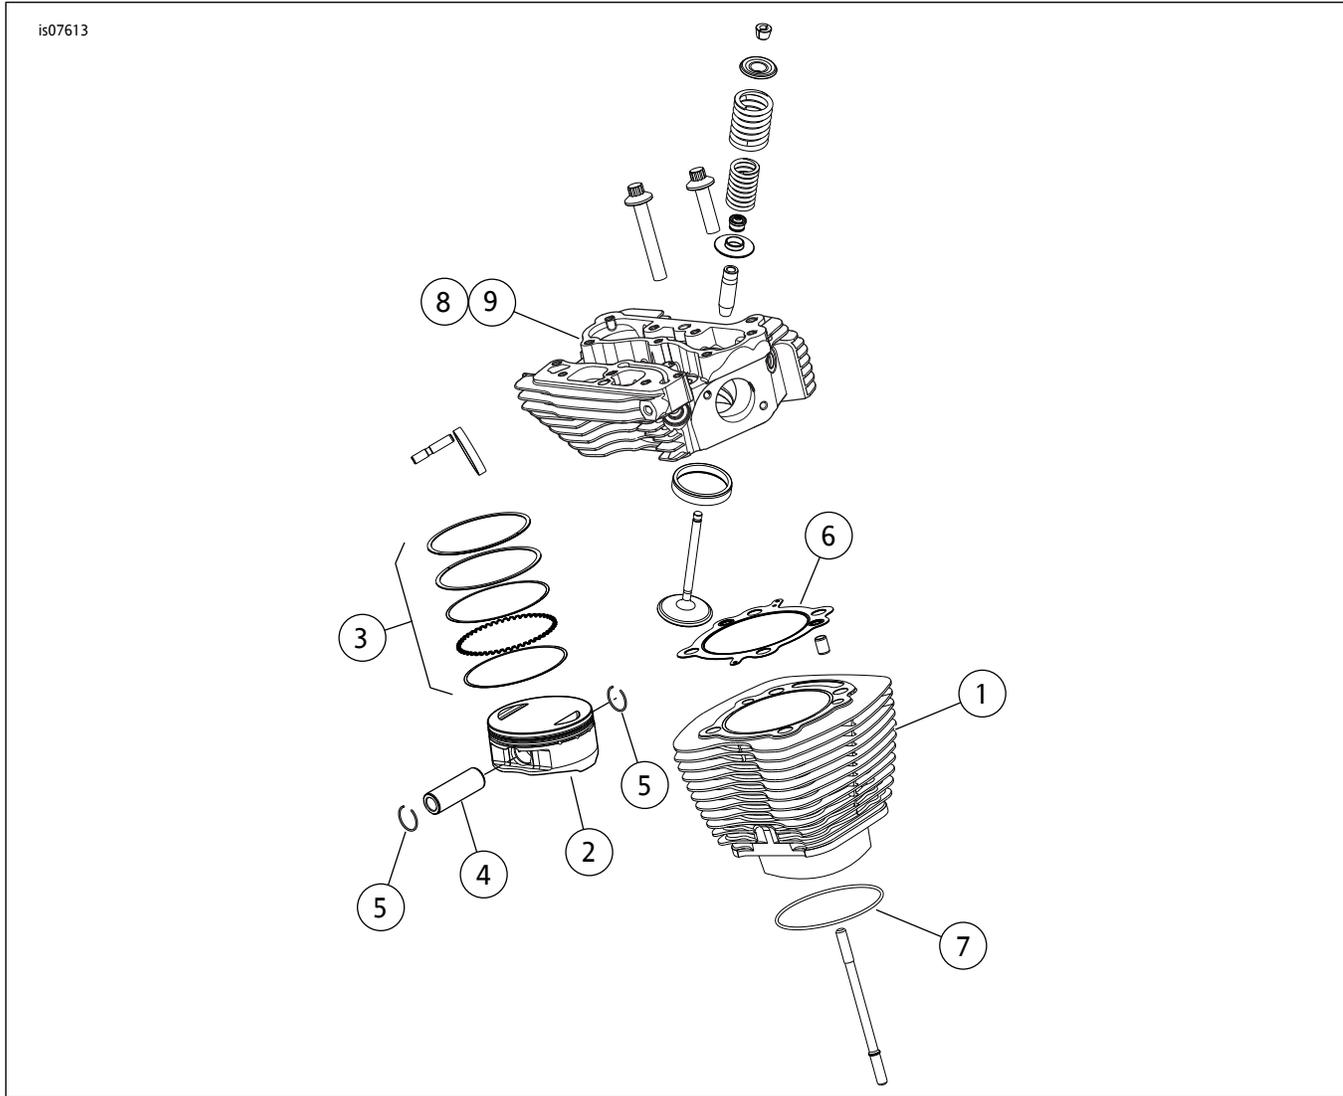
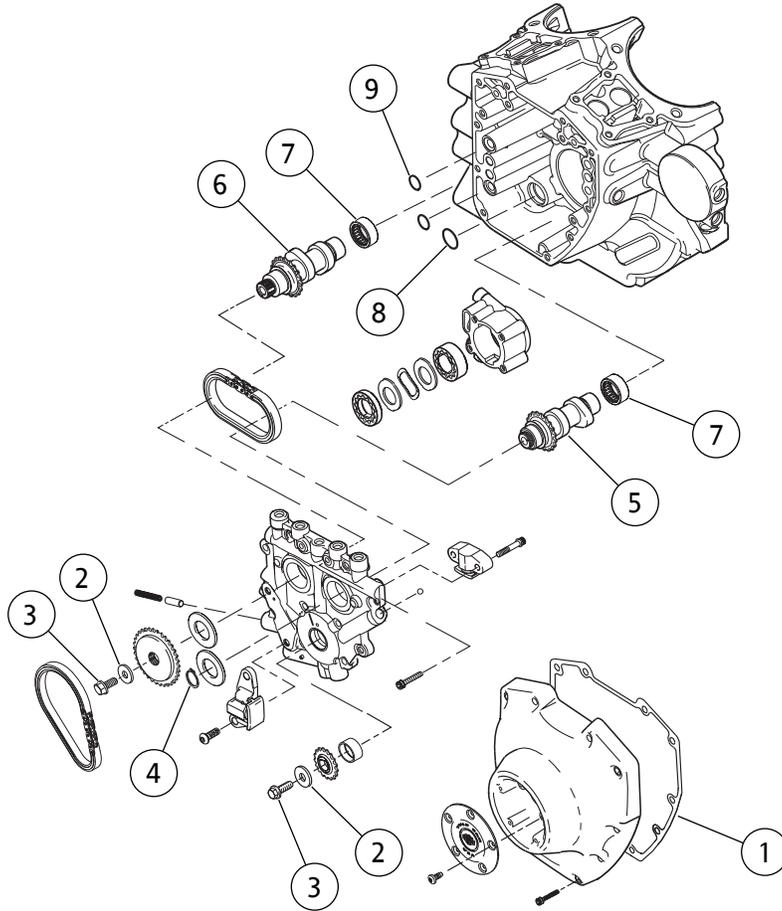

图1. 维修零件：Screamin' Eagle Pro TC 1690立方厘米(103立方英寸)第4阶段排放套件
图3。维修零件：Screamin' Eagle Pro TC 1690立方厘米( 103立方英寸 )第4阶段排放套件
参见图1至图3以及表1至表3。
1. 参见图3。检查凸轮轴滚针轴承( 7 ), 必要时更换。
2. 参见图1至图3。使用套件中的零件, 将凸轮组装至凸轮盘、高性能汽缸头和发动机顶端部件。在套件中的汽缸头上继续使用原装汽缸头上的ACR和冷却剂接头。参阅维修手册中相应的“发动机”章节。